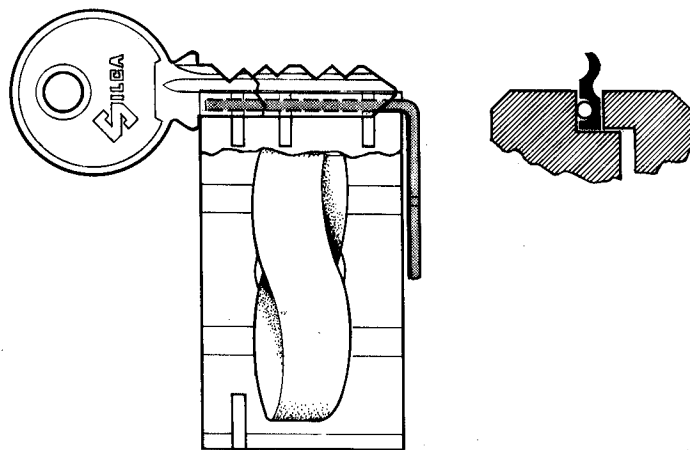

Fig. 10
- Nel caso invece che la chiave campione sia spezzata, si infila lo spillo adatto nella scanalatura della canna in modo da tenerla allineata e poterla così riprodurre (fig. 10).
- For keys with broken shafts, a suitable pin is placed into the groove on the shaft so that it can be properly aligned for cutting (fig. 10).
- Dans le cas de clé-échantillon brisée par contre, on enfilera l'épingle correspondante dans la rainure du canon de façon à ce qu'elle soit en ligne droite et qu'elle puisse donc être reproduite (fig. 10).
- Sollte der Originalschlüssel abgebrochen sein, wird der geeignete Stift in die Nute des Schafts eingeführt, sodass der Schlüssel kopiert werden kann (Abb. 10).
- Si la llave base está rota, hay que introducir el alfiler idóneo en la acanaladura de la caña de manera tal que la misma esté alineada para permitir la duplicación (fig. 10). Claro es que el diametro del alfiler empleado (o de los alfileres empleados) para la llave base rota será igual al de la llave a cifrar de manera tal que las dos llaves se encuentren bloqueadas en la misma posición.